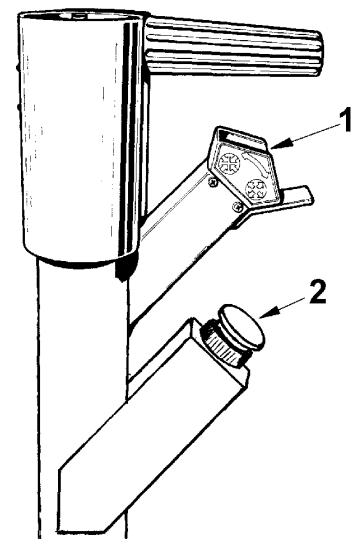

Fig.14
To open and close the chuck, operate the appropriate control (#1 Fig.14).
Press the Emergency STOP button (#2 Fig.14): this renders all controls inoperative.
Pour ouvrir et fermer le centreur automatique, agir sur le manipulateur (#1 Fig.14).
*Appuyer sur l'interrupteur de secours (#2 Fig.14): toute les commandes sont inactivées.
Zum Öffnen und Schließen des Spannfutters den entsprechenden Steuerhebel (#1 Abb.14) betätigen.
Den Not-Aus-Schalter (#2 Abb.14) betätigen : alle Steuerungen sind nicht mehr aktiv. Den Not-Aus-Knopf gegen den Uhrzeigersinn drehen und den Rückstellknopf am Schaltkasten drücken, um die normalen Betriebsbedingungen wieder herzustellen.